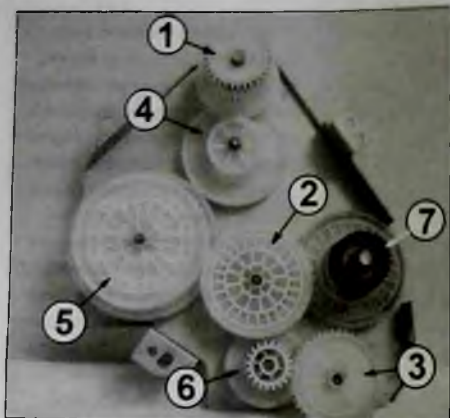

Рис. 20
Располагают принтер левой стороной к себе. Откручивают четыре винта крепления редуктора в следующей последовательности: первым откручивают винт (1 на рис. 19) на задней стороне принтера, затем винт (2) и винты (3) и (4), расположенные с левой стороны. Перемещают редуктор к себе и снимают его с принтера. Запоминают расположение шестерен редуктора (рис. 20) и снимают их. Сначала снимают шестерни (1-3 на рис. 20), а затем (4-7). Очищают шестерни и оси шестерен редуктора от загрязнений и осматривают их. При обнаружении повреждений шестерни подлежат замене. Наносят тонкий слой смазки на зубья шестерен и на оси их
вращения. Устанавливают шестерни на место в обратной последовательности. Проверяют работу редуктора вращением шестерни (5 на рис. 20). При проверке вращением заедания (изменение усилия вращения) шестерен не допускаются. Устанавливают редуктор на место. Проверяют посадку оси шестерни привода термовала в углубление на узле термозащелки и осей шестерен редуктора в соответствующие отверстия боковой стойки. Убеждаются в посадке отверстий корпуса редуктора возле винтов крепления на ориентирующие выступы и закручивают винты крепления редуктора к боковой стойке в порядке, обратном снятию.